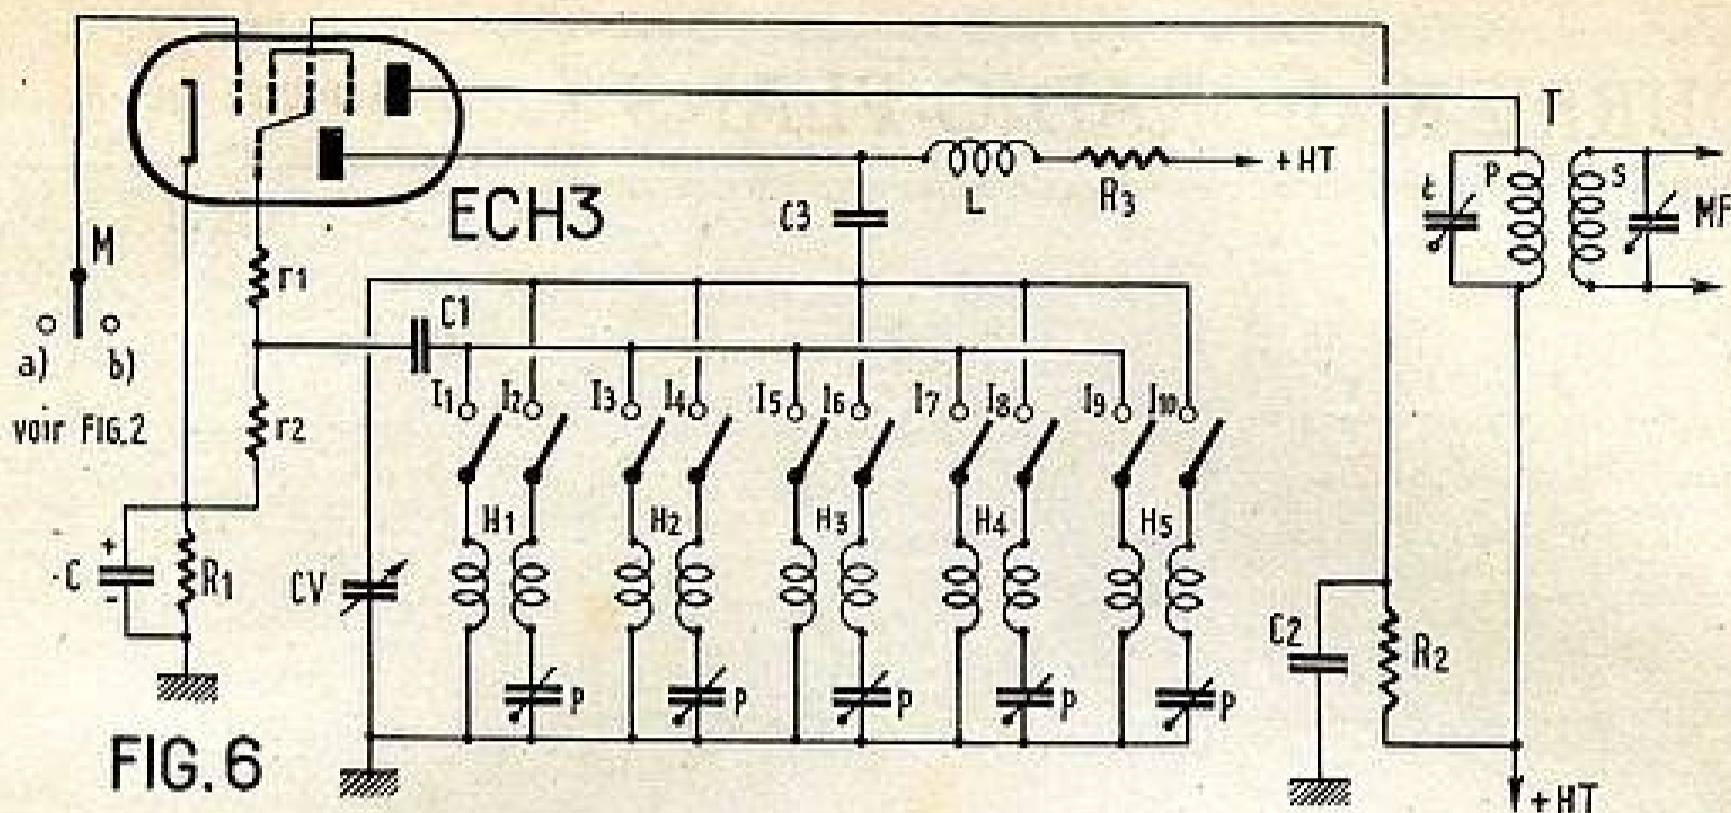

FIG. 6
Pour passer au montage pratique, il suffit de prévoir un commutateur à dix contacts. La figure 6 montre ce montage.
Les différents interrupteurs : circuits d'accord (fig. 2), circuits de liaison HF (fig. 3), circuits d'oscillation (fig. 6) doivent être commandés en même temps, c'est-à-dire correspondre en même temps à la même gamme d'onde.
*Bobinages d'oscillation (voir fig. 6).*